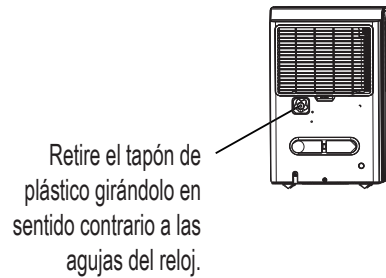
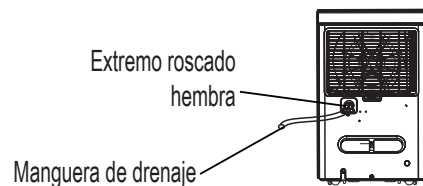

Imagen 9
Imagen 10
- Retire el tapón de plástico de la salida de drenaje trasera de la unidad y resérvelo, a continuación inserte la manguera de drenaje a través de la salida de drenaje de la unidad y guíe la manguera de drenaje al desagüe o a una instalación de drenaje adecuada. (Ver Imagen 9 e Imagen 10)